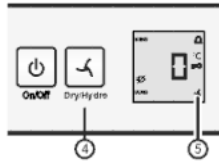

Fig. 3
► Namještanje **hydro**: Pritisćite tipku dry/hydro Fig. 3 (4) sve dok se na zaslonu ne prikaže simbol . Pustite tipku.
▷ Svijetli simbol dry/hydro Fig. 3 (5).
► Namještanje **dry**: Pritisćite tipku dry/hydro Fig. 3 (4) sve dok se simbol  ne ugasi. Pustite tipku.